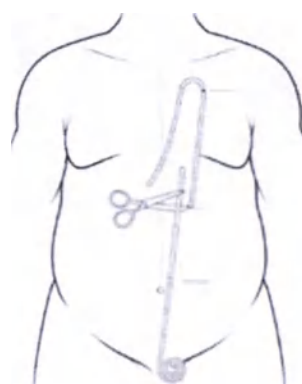

Рисунок 16
2. Перекройте верхний и нижний катетеры и выберите подходящее место, где их можно отрезать и соединить. См. рисунок 16